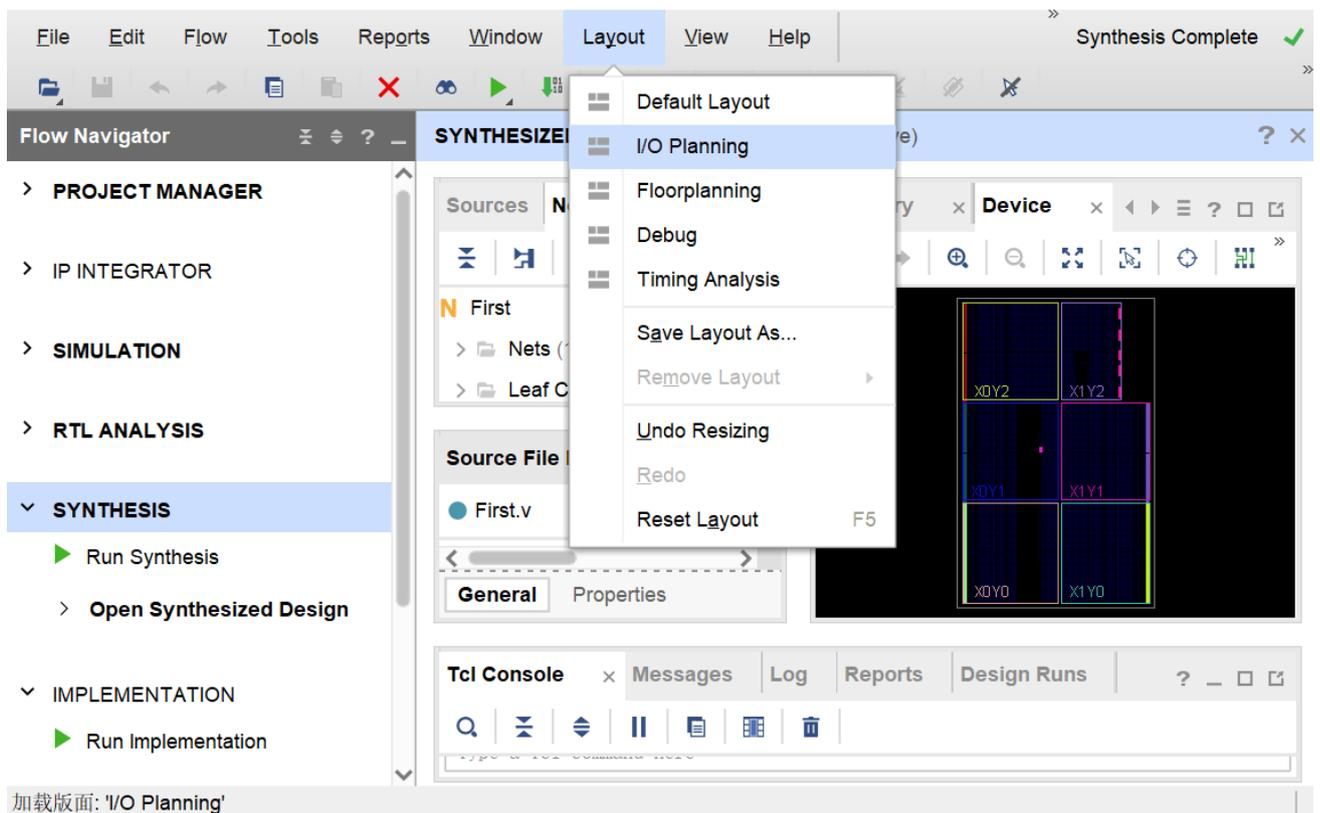

图 1.28
a.1、点击 Flow Navigator 中 Synthesis 中的 Run Synthesis，先对工程进行综合，见图 1.28。